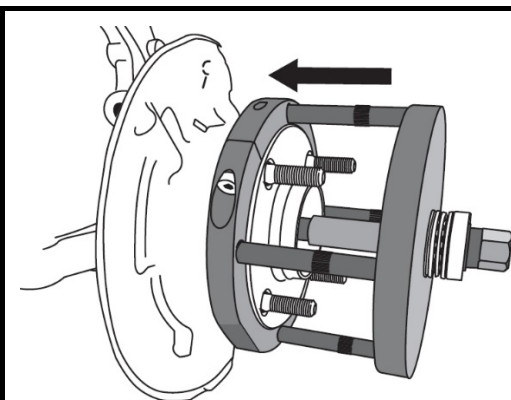

Fig.3
- Montieren Sie die vier Druckstifte an der Druckplatte (5). Der O-Ring sichert den Druckstift, gegen herausfallen aus der Druckplatte.
- Legen Sie die Druckstifte, verbaut in der Druckplatte, an den Demontageschalen an und führen Sie die Spindel (8) durch die Druckplatte (5) (siehe Abb.3). Montieren Sie den Montageadapter (9) von hinten über das Ende der Spindel (8), der Montageadapter muss hinten an der Außenkante des Radlagergehäuses sitzen. Achten Sie darauf, die Ausschnitte mit dem ABS-Sensor auszurichten.
- Refer to Fig 3: Offer up the force pin/pressure plate assembly to the mounting shells and fit the spindle (8) through the force pin/pressure plate assembly. From behind, fit the mounting adaptor (1) over the end of the spindle (8) so that it sits on the outer edge at the rear of the hub carrier. Take care to line up cut outs with the ABS sensor.
- Montez les quatre goupilles de pression sur la plaque de compression (5). La goupille de pression est sécurisée par le joint torique pour éviter qu'elle retombe de la plaque de compression.
- Posez les goupilles de pression intégrées dans la plaque de compression sur les coques de démontage et guidez la broche (8) à travers la plaque de compression (5) (voir fig.3). Assemblez l'adaptateur de montage (9) de l'arrière sur l'extrémité de la broche (8). L'adaptateur de montage doit être installé derrière, contre le bord extérieur du boîtier du roulement de roue. Veillez à orienter les découpes à l'aide du capteur ABS.